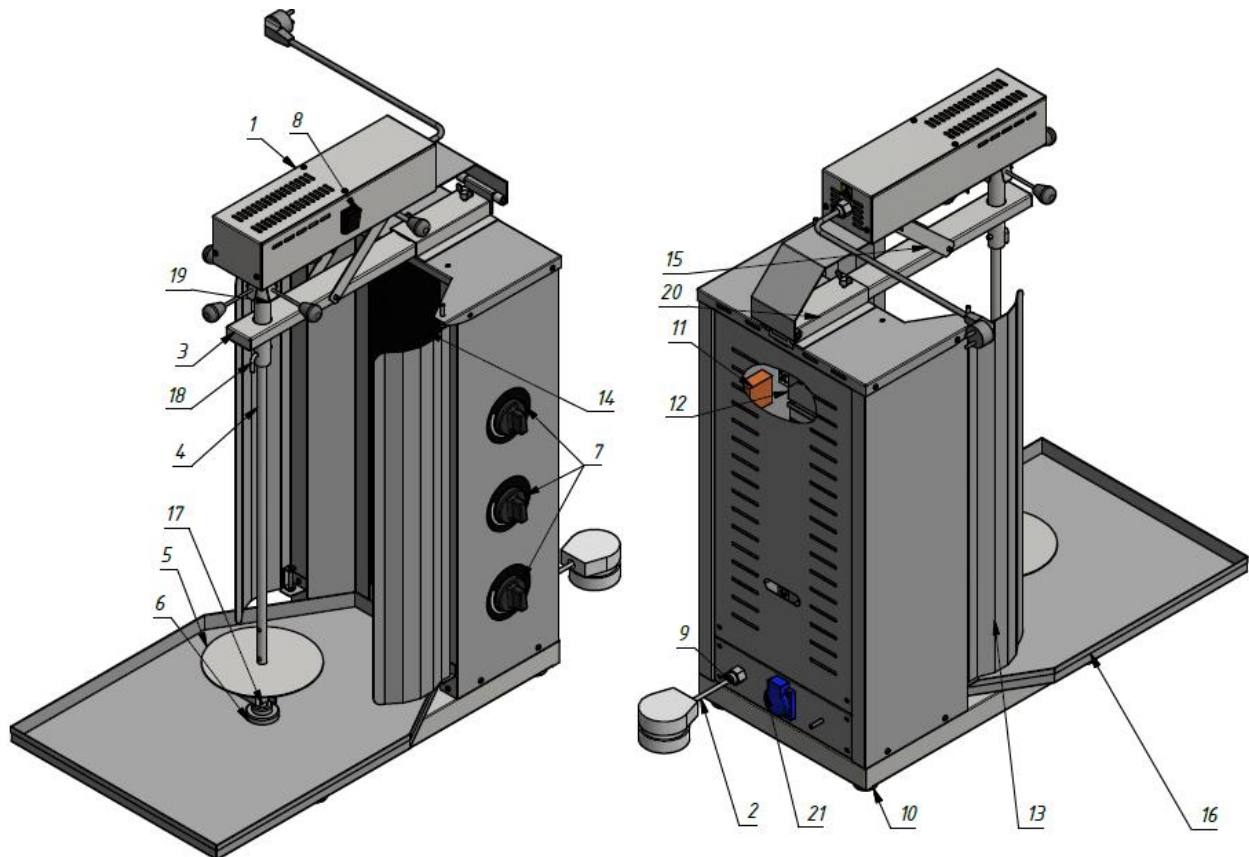

Рисунок 2 – Устройство шавермы электрической ФЗШМС/1
6.3. Скорость приготовления мяса может регулироваться изменением расстояния между «мясным цилиндром» и нагревательными элементами посредством перемещения шампура (рис. 2, поз. 4) совместно с чашкой (рис. 2, поз.6) и приводом (рис. 2, поз. 1) с помощью движения консоли (рис. 2, поз. 3).
7.4. Изделие установить на устойчивом, горизонтальном основании на расстоянии не менее 500мм от легко воспламеняющихся предметов. Проверить горизонтальность уровнем. Выравнивание поверхности изделия производится регулировкой высоты ножек (рис. 2, поз. 10).
8.1. Готовое для жарки мясное филе нанизывают на шампур круглый (рис.2, поз.4), на котором предварительно установлен зажим-подставка (рис.2, поз.17), закрепленная фиксатором. Нанизывать мясные пластины необходимо таким образом, чтобы получить по возможности цилиндрическую форму.
8.2. Шампур с «мясным цилиндром» устанавливают вертикально на чашку (рис.2, поз.6) и крепят фиксатором (рис.2, поз.18) к ручке (рис.2, поз.19).
8.3. С помощью консоли (рис. 2, поз. 3) устанавливается необходимое расстояние между «мясным цилиндром» и стеклом (рис. 2, поз. 14). Для этого необходимо передвигать консоль совместно с шампуром, приводом и чашкой вдоль направления держателя консоли (рис. 2, поз. 20).
8.4. Подключить изделие к сети. Подключить привод (рис. 2, поз. 1) в розетку (рис. 2, поз. 21).
8.5. Вращение шампура производится с помощью кнопки реверса (рис. 2, поз. 8) и имеет следующие режимы:
8.6. Длительность работы и мощность нагревательной спирали (ТЭНа) регулируется с помощью ручек переключения режимов (регулирующих ручек) (рис. 2, поз. 7). Увеличение длительности и мощности нагрева производится от положения «MIN» до положения «MAX», где режим «MAX» не имеет паузы между нагревом ТЭНа. При переключении с одного режима на другой продолжается отсчет времени предыдущего режима (до окончания времени), а затем начинается новый отсчет.
8.7. По мере прожаривания слои мяса срезают остро заточенным ножом. Срезанные куски мяса падают на поддон-жироборник (рис. 2, поз. 16), извлекаются оттуда и используются для приготовления блюда.
8.8. После завершения работы установить ручки регулятора мощности (рис. 2, поз. 7) в положение «0», а кнопку реверса (рис. 2, поз. 8) в нейтральное положение.